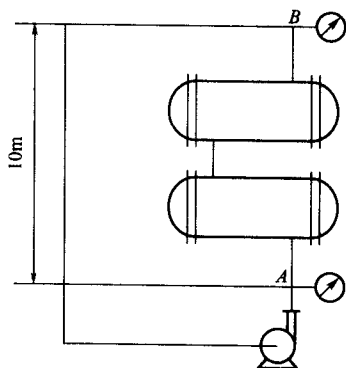

图 1-3 [例 1-10] 附图
(1) 选择基准面时, 一般选择位置较低的截面, 同时使柏努利方程中的一个 z 为零, 以方便计算。选取截面时, 主要考虑与已知条件和待求参数相关的截面, 截面多选在较大液面上, 可认为较大液面上的流速为零。
(2) 选用柏努利方程时, 要根据题目所给条件。如题已知阻力损失能量为 98.1 J/kg , 故选用以单位质量流体为计算基准的柏努利方程公式较为合适, 使计算简便。
(3) 在计算过程中, 应注意压强的表达方式的一致性, 如果一个截面用表压, 那么另一截面也用表压。
【例 1-10】 车间冷却水循环系统, 见图 1-3, 冷却水由 A 经过两个换热器到 B 的损失能量为 100 J/kg 。由 B 回到 A 的损失能量为 50 J/kg , 循环冷却水流量为 $40 \text{ m}^3/\text{h}$, 密度为 1000 kg/m^3 。试问 (1) 若泵效率 $\eta = 0.65$, 泵的轴功率是多少? (2) 若 A 处压力表读数为 260 kPa , 估计 B 处压力表的读数为多少?